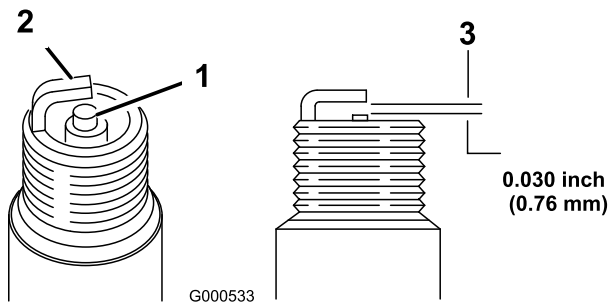

Figure 37
5. Réglez l'écartement des électrodes à 0,76 mm (0,030") (Figure 37).